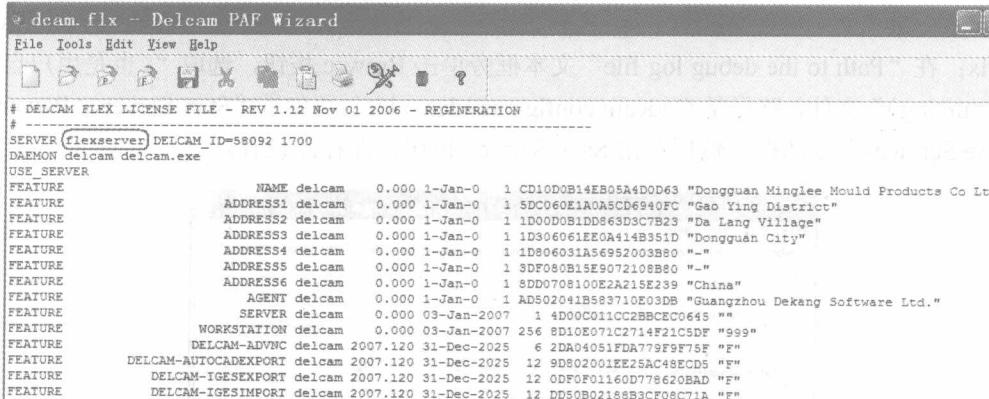
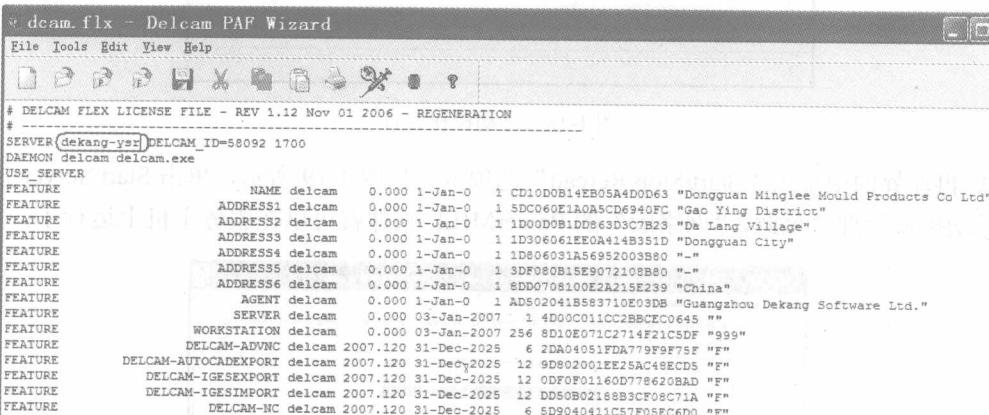

图 1-15 未修改服务器名的 dcam.flx
图 1-16 已修改好服务器名的 dcam.flx
② 将授权文件(例如 DON43-01F.lic)文件名改为 dcam，扩展名.lic 改为.flx，得到 dcam.flx 文件，把该文件拷贝到路径“C:\dcam\config\pass”，放到 pass 文件夹里，pass 文件夹和“单机版”的一样也是由用户自己创建的。
③ 打开 dcam.flx 文件，修改服务主机的名称，如图 1-15 中所示，该文件中服务主机名为 flexserver，要将其改为本台服务主机的名称。如本台主机名为 dekang-ysr，则把 flexserver 改为 dekang-ysr 即可，如图 1-16 所示。修改完内容后将该文件存盘。